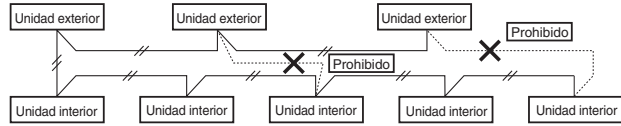

Fig. 4-1
(2) No instale los cables de control entre unidades de forma que se cree un bucle. (Fig. 4-1)